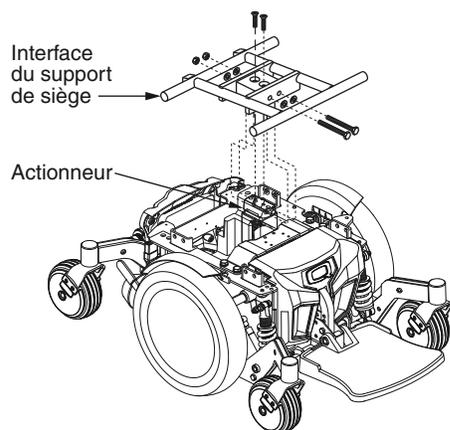

Figure 11. Actionneur du siège électrique élévateur
1. Alignez le siège avec le réceptacle de l'actionneur. **Voir la figure 11.**